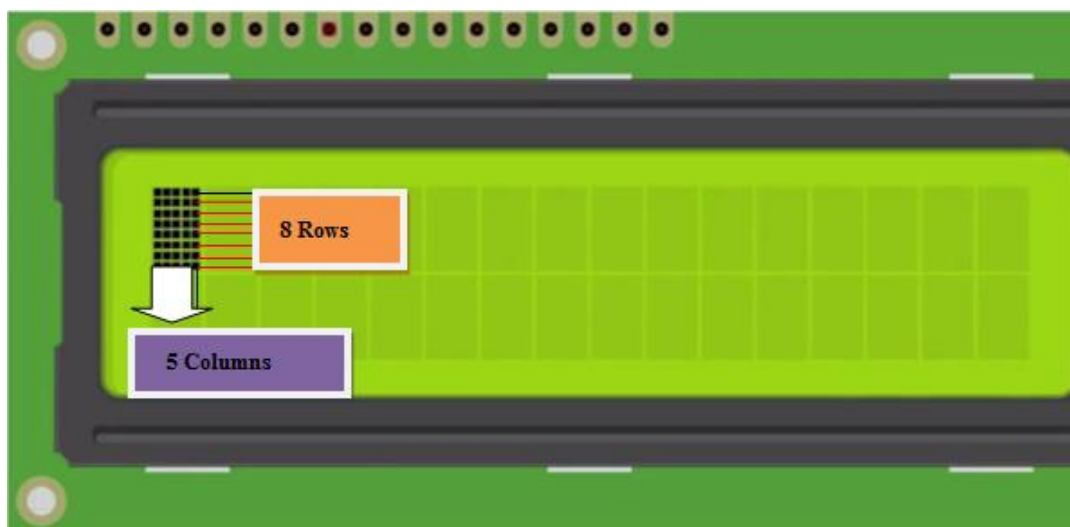
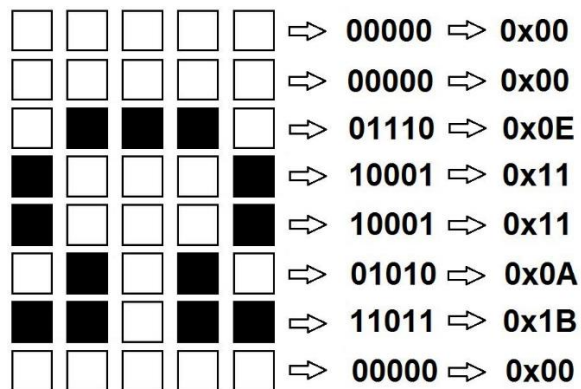

Figura 1. Matricea de pixel pentru un caracter
Figura 3. Crearea unui caracter nou
Un modul de afișare de 16x2 poate afișa 16 caractere pe 2 linii. Fiecare caracter este afișat pe o matrice de 5x8 pixeli (Figura 1).
- *void lcd16x2_create_custom_char(uint8_t location, uint8_t* data_bytes)* – pe lângă caracterele ASCII recunoscute de LCD, programatorul își poate crea propriile sale caractere sau simboluri. Prin parametrul *data_bytes* se transmite vectorul care descrie caracterul dorit. Este format din 8 numere, pentru fiecare linie a matricei (figura 1), fiecare număr fiind reprezentat pe 5 biți. De exemplu 0x1C (11100) va avea primii trei pixeli de pe linie aprinși, iar ceilalți stinși (figura 3).